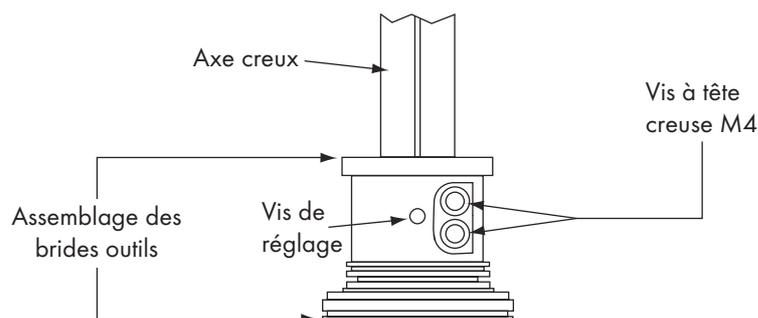

Figure 5.1 : détails du démontage de la bride outil
3. Utilisez une clé Allen de 2,5 mm pour desserrer la vis de réglage (voir la figure 5.1, page 56). Notez que la rainure verticale est alignée sur la vis de réglage. Vous devez replacer la bride dans la même position.